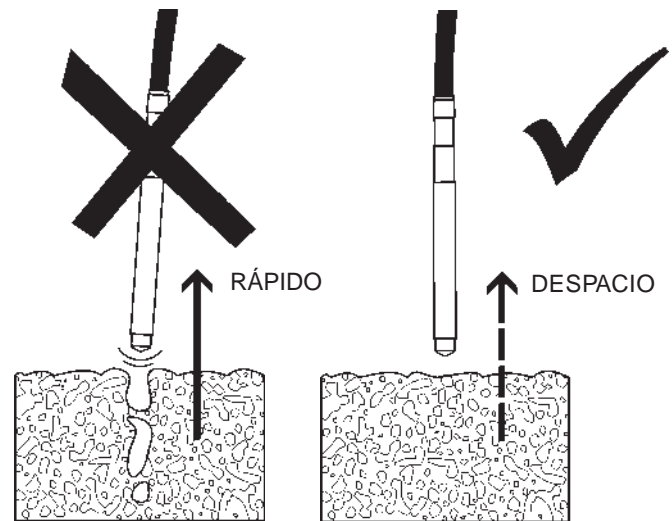

FIGURA 25
■ Es muy importante que al sacar el vibrador de concreto fuera de la mezcla, este movimiento sea lo más lentamente posible para permitir que el espacio ocupado por el mismo sea ocupado ahora por concreto. Figura 25.